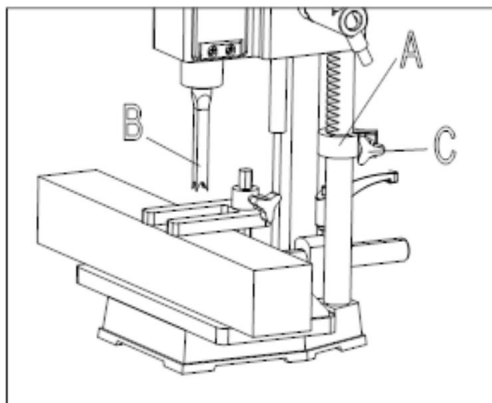

Rys. 10
Ogrodzenie (A) Rys. 10 można przesuwając do wewnątrz lub na zewnątrz, poluzowując dźwignię (B), przesuwając ogrodzenie do żądanej pozycji i dokręcając dźwignię (B). UWAGA: Dźwignia (B) jest sprężynowa i można ją zmienić, wyciągając dźwignię i zmieniając jej położenie na ząbkowaną nakrętkę umieszczoną pod dźwignią.